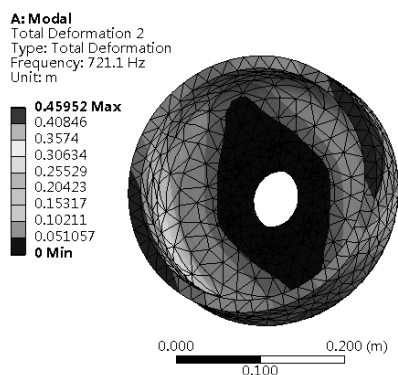

图 6-92 第二阶振形结果
Step6: 在 Outline 栏 Solution (A6) 中 Total Deformation 2 选项上单击, 显示第二阶振形结果, 如图 6-92 所示。